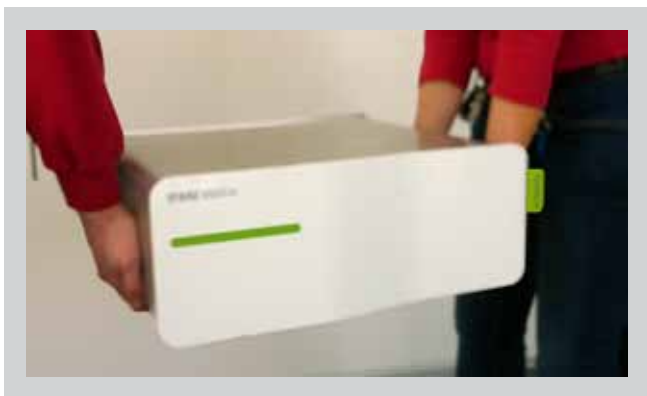

Рис. 3-4 Транспортировка прибора
- Подхватите прибор снизу с левой и правой сторон обеими руками, как показано на Рис. 3-4, и осторожно поднимите его.